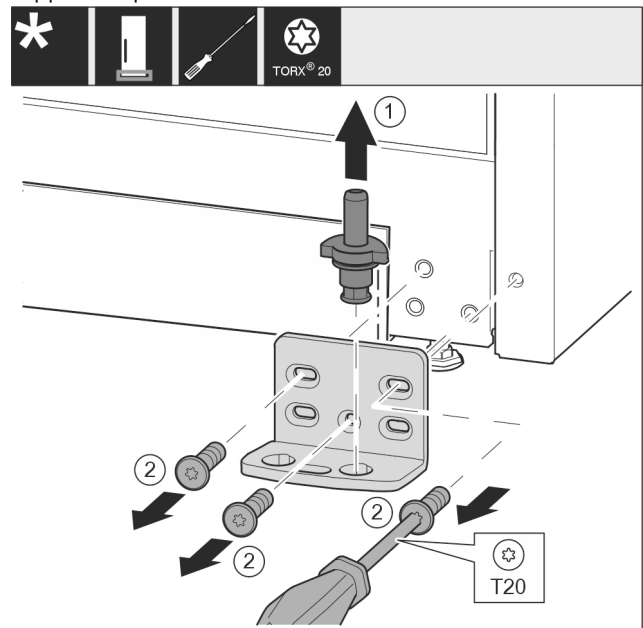

Fig. 18 *
- ▶ Retirer entièrement l'axe de palier Fig. 18 (1) par le haut.*
- ▶ Desserrer les vis Fig. 18 (2) avec un tournevis et retirer le support de palier.*